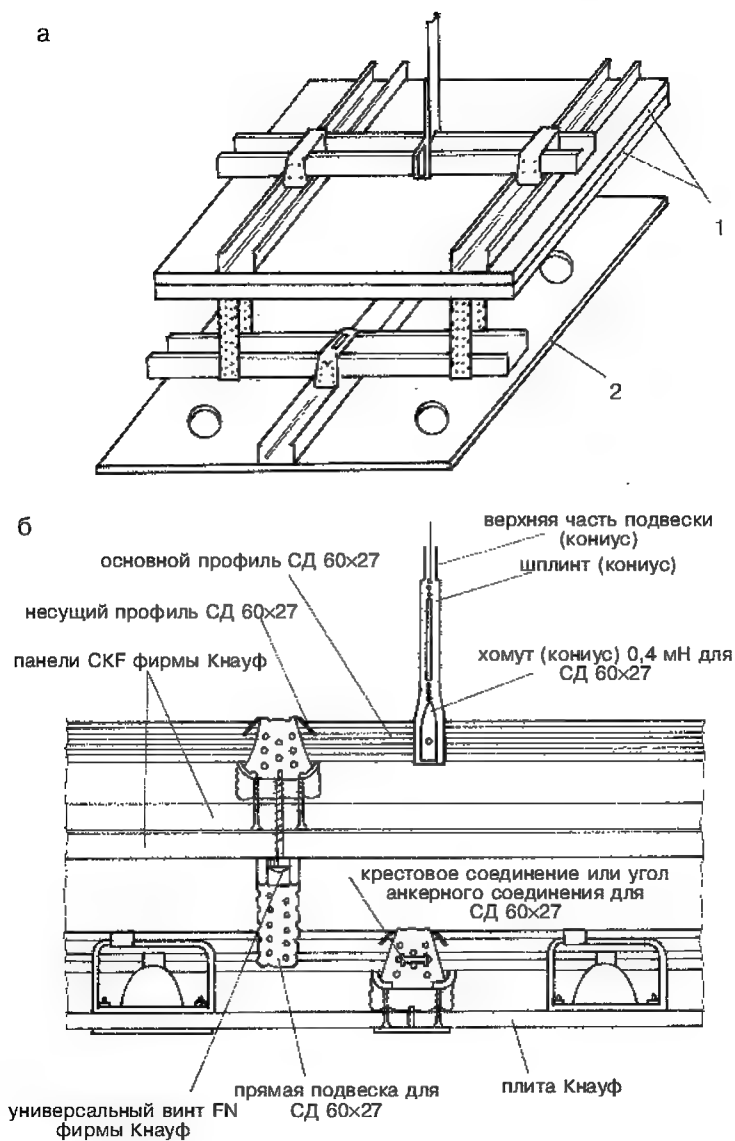

Рис. 27. Схема конструкции огнестойкого «потолка в потолке»: 1 — огнестойкий потолок; 2 — декоративный потолок; а — внешний вид; б — схема «потолка в потолке»
*Огнестойкий подвесной потолок.* При необходимости можно устроить подвесной потолок, обладающий высокими огнестойкими и противопожарными качествами. Подвесные потолки такого типа не случайно называют «потолок в потолке» (рис. 27, а). Действительно, подвесной потолок представленной конструкции состоит из двух частей — верхней и нижней, каждая из которых представляет собой самостоятельное покрытие. Подобные потолки не только огнестойки, но также отличаются высокой звуконепроницаемостью.
покрытия составляет более 50 см, то элементы наружного потолка нужно присоединять к каждому несущему профилю (рис. 27, б).